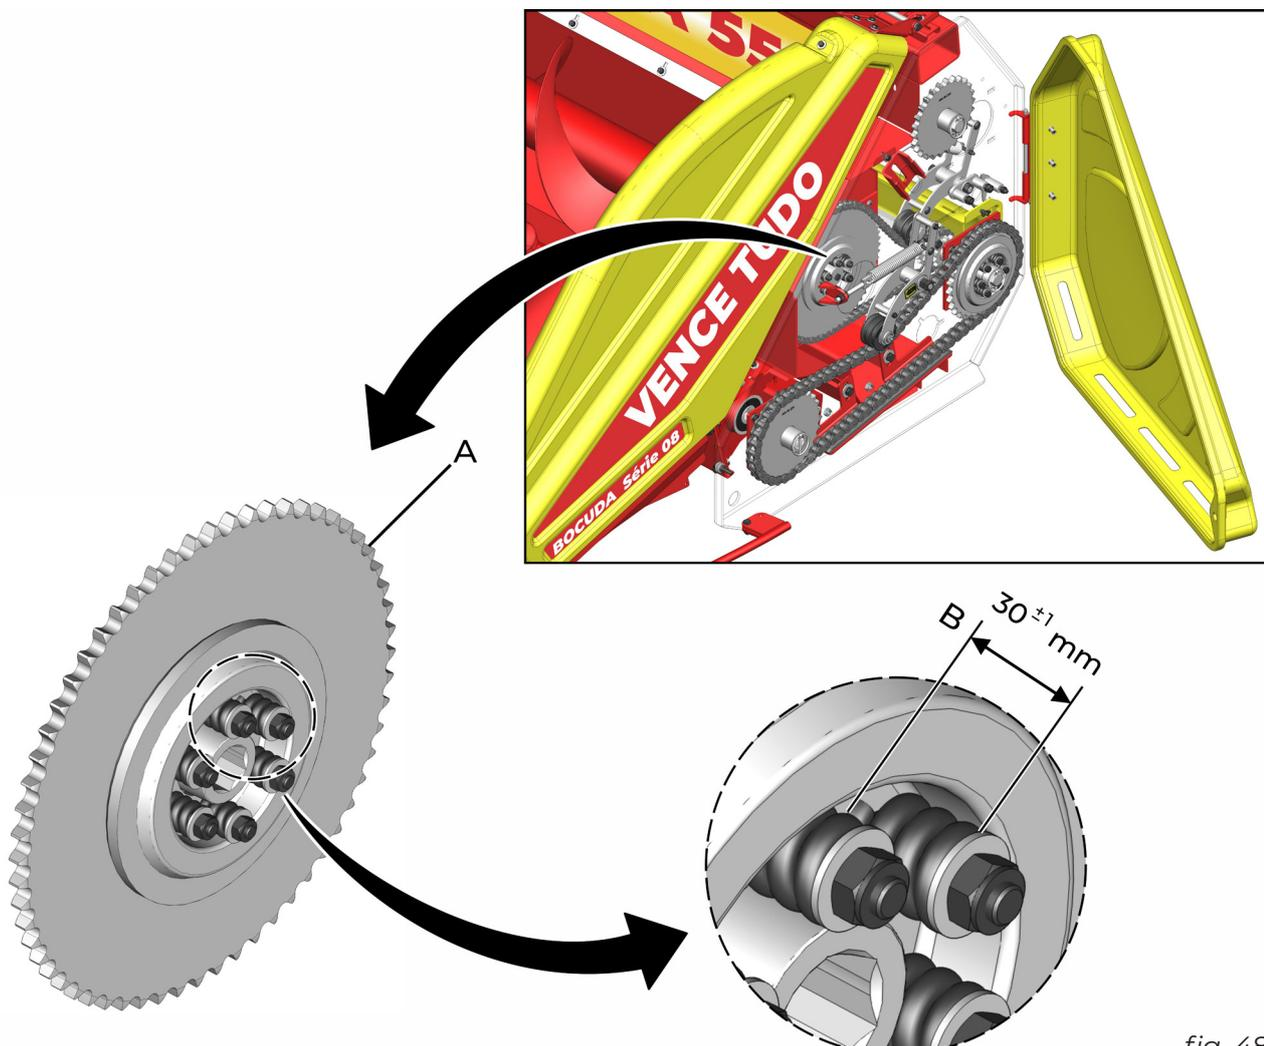

fig. 48
A transmissão do sem-fim alimentador é provida de um sistema de segurança: limitador de torque (A) (fig. 48). Todos os elementos do limitador saem ajustados de fábrica e devem ser adotados os mesmos procedimentos do item anterior. Porém, para esse limitador de torque observe a medida (B) (fig. 48) de fechamento das molas.